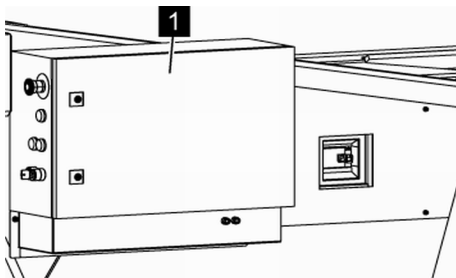

Fig. 174: Ouvrir la porte du boîtier de commande
2. ➔ Ouvrir la porte du boîtier de commande (Voir la Fig. 174/1) avec la clé à double panneton fournie (☞ Chapitre 4.7.1 « Clés » à la page 70).